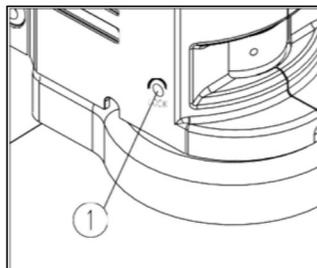

Fig.9
- Tournez la bague de réglage du zoom (1) jusqu'à ce que le grossissement maximum soit atteint. Regardez l'image de sortie, si elle n'est pas nette, tournez le bouton de mise au point (2) pour obtenir une image nette
- Tournez la bague de réglage du zoom au grossissement minimum. Continuez à tourner jusqu'à ce que l'image soit claire et nette. (Voir Fig.9)
Si vous souhaitez observer avec un grossissement fixe sur un long terme, serrez et fixez la vis de verrouillage de grossissement (1) avec la clé hexagonale interne M4 (longueur latérale 3 mm). (Voir Fig.9)